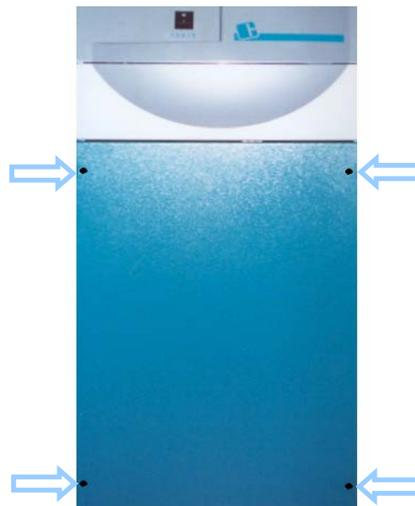

fig. 10 Pannello frontale NG 2081
- Scollegare il cavo di alimentazione e togliere il pannello frontale inferiore svitando le viti di chiusura. (fig. 10)